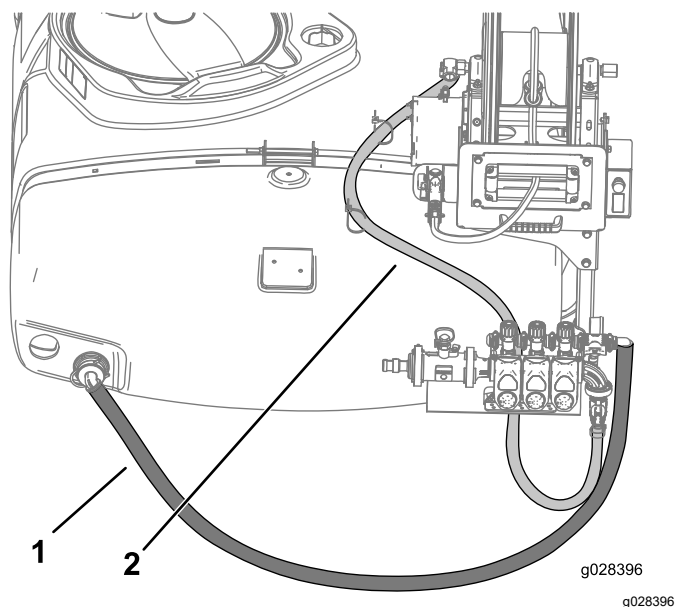

Figura 14
13. Encaminhe o tubo de alimentação do cilindro da tubagem como se mostra na Figura 14 e ligue-o ao cilindro da tubagem com uma abraçadeira de tubos.